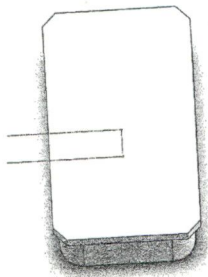

图 7-26 给顶盖的边角添加倒角
- (3) 【边角处理】选项组。
- 【倒角】：给顶盖的边角添加倒角。如图 7-26 所示。